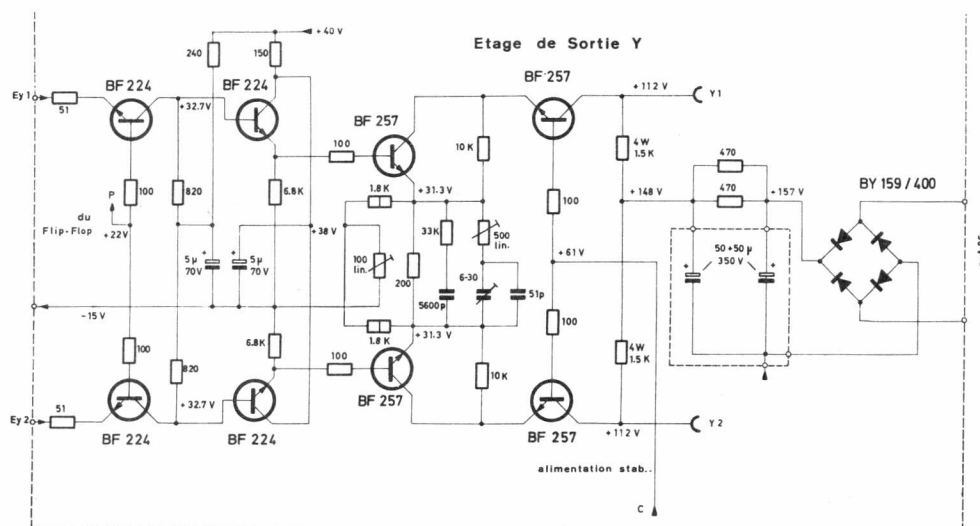

Fig. 5
d) *Etage de sortie vertical* (fig. 5) :
La figure 5 représente les circuits qui attaquent directement le tube cathodique et notamment l'étage de sortie BF-257 monté en base commune. L'important réseau RC placé dans le circuit émetteur des BF-257, précédant l'étage de sortie, est destiné à équilibrer la réponse, en fréquence, entre les deux chaînes symétriques. L'importance de ce réseau est très grande et influence grandement la réponse en fréquence de l'oscilloscope.